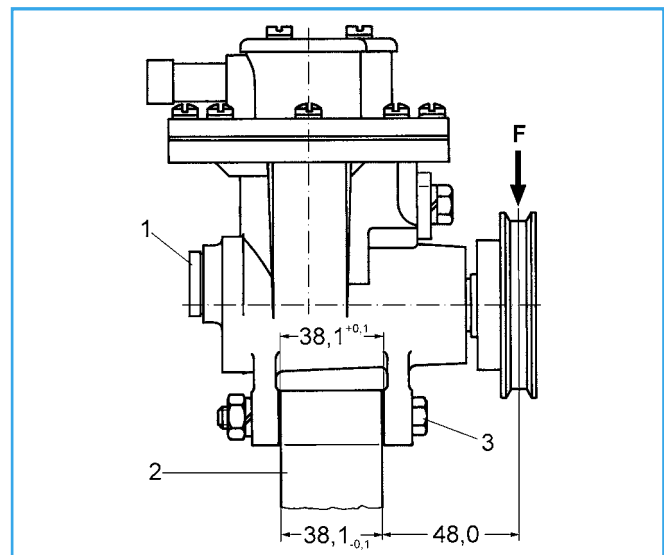

Fig. 3
Retirer la vis de remplissage (1), fig. 3, avec précaution et vérifier si de l'huile s'échappe dans la position nominale de la pompe. Remplir à nouveau si nécessaire. Resserrer la vis de remplissage avec 25 Nm.
Pour les autres cas d'application, voir fig. 3 et 4.
La position de montage mentionnée aux fig. 3 et 4 doit être respectée pour garantir le graissage impeccable des pièces d'entraînement.
Concernant les fig. 3 et 4 dimensions exprimées en mm